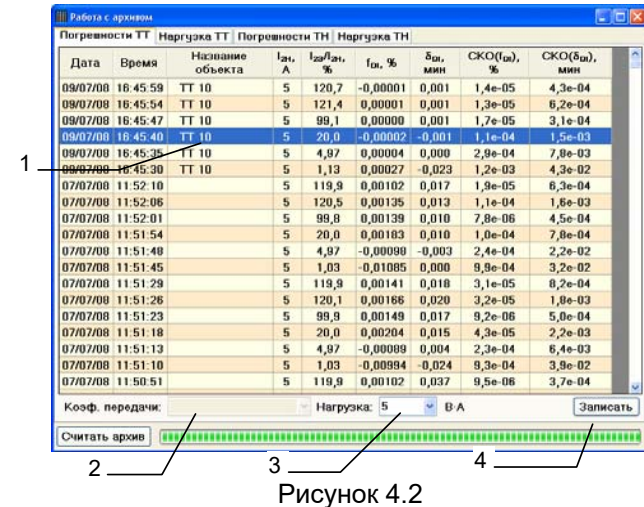

Рисунок 4.2
2) Ввійти в режим роботи з результатами вимірювань, які збережені в пам'яті Компаратора, для чого в вікні програми "CA507_PC" клацнути по кнопці . На екрані з'явиться вікно "Работа с архивом" (рисунок 4.2).
2) Перейти в вікно "Работа с архивом" (рисунок 4.2), для чого натиснути кнопку "Работа с архивом" . Виділити рядок або кілька рядків з результатами вимірювань обраного об'єкта, що їх необхідно внести в "Протокол...".
3) Вибрати значення коефіцієнту трансформації (поз.2, рисунок 4.2), значення навантаження з випадаючого списку "Нагрузка" (поз.3, рисунок 4.2) і найменування виводів обмоток (для трифазного ТН), у відповідності з даними, включеними в назву об'єкта (поз.1 рисунок 4.2). Деякі з цих полів можуть бути неактивними. Їх активність визначається типом протоколу.
4) Клацнути по кнопці **Записать** (поз.3, рисунок 4.2). Відповідні дані будуть записані в таблицю "Результаты" на вкладці "Погрешность".